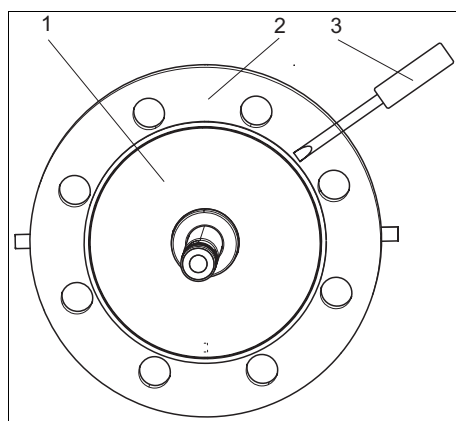

図 19: レイズドフェースの取り外し
1. クリップオン式のレイズドフェースを取り外します。ドライバーを使ってレイズドフェースを緩めてください (図 19 を参照)。